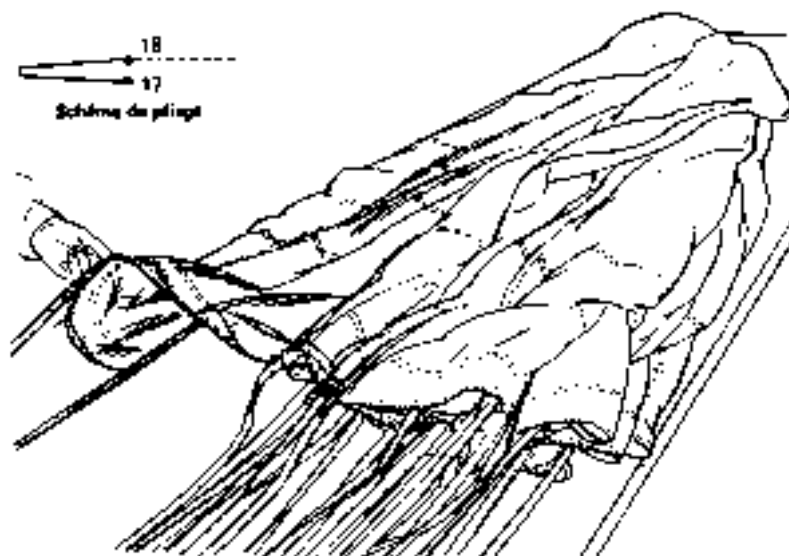

Fig. 4.24 - Pliage en demi-fuseaux
- Saisir le fuseau n° 17, l'étaler sur la partie gauche du plan de travail et le plier en demi- fuseaux (fig. 4.24),